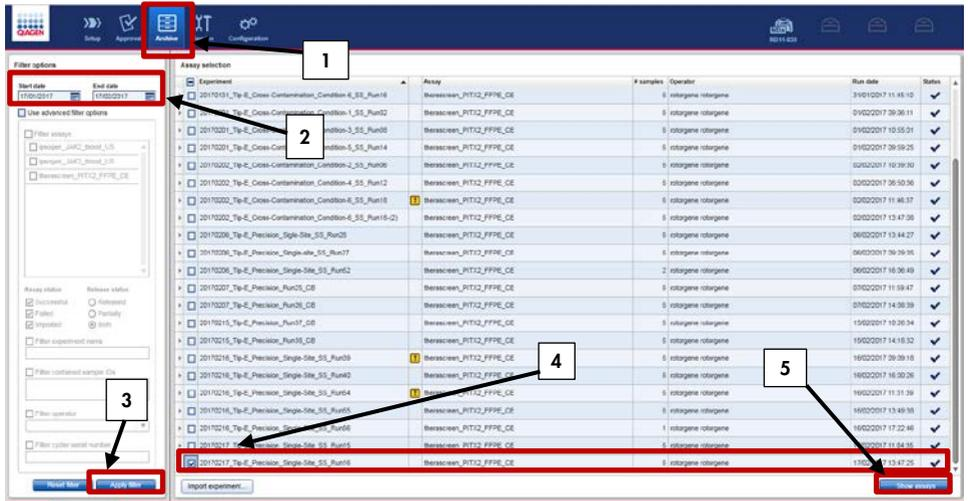

Figure 14. Exporter les données de l'analyse.
6. Aller dans l'onglet « Archive » pour exporter le fichier .rex. Vérifier que « Start date » (Date de début) et « End date » (Date de fin) sont corrects et cliquer sur « Apply filter » (Appliquer le filtre). Sélectionner l'expérience à exporter, puis cliquer sur « Show assays » (Montrer les tests) (Figure 14).